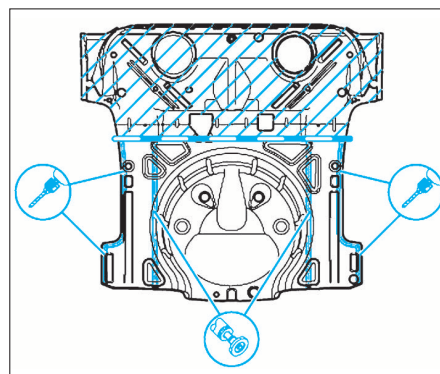

FIG. 35
- Percer des trous de Ø 7 mm (Fig.35).